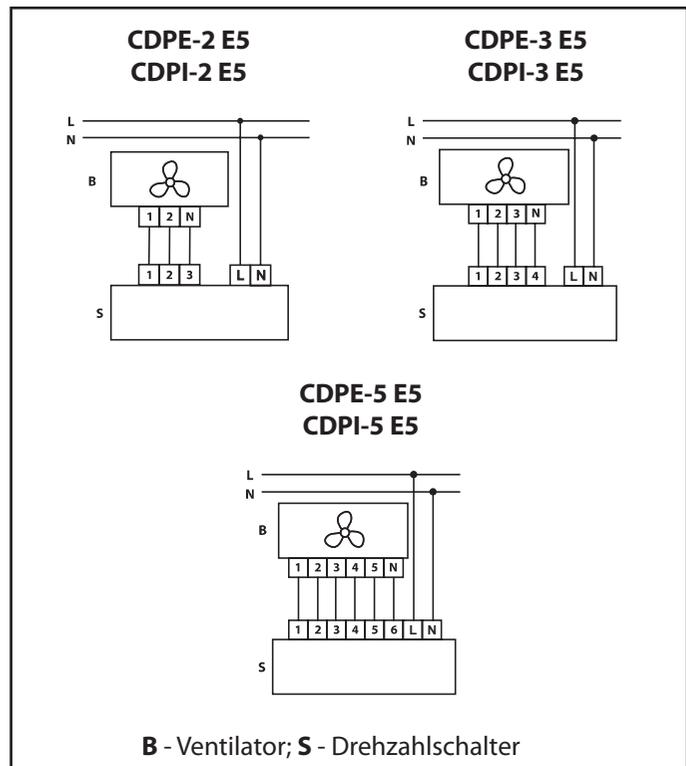

Abb. 4. Anschlussschema für den Drehzahl­schalter
9. Schließen Sie die Drähte an die Klemm­leisten laut dem Anschlussschema, Abb. 4.
10. Schließen Sie die Drähte an die Klemm­leisten laut dem Anschlussschema, Abb. 4.
Der Anschluss des Drehzahl­schalters an die mehrstufigen Lüftungsanlagen und Ventilatoren erfolgt gemäß dem Anschlussschema in Abb. 4. .